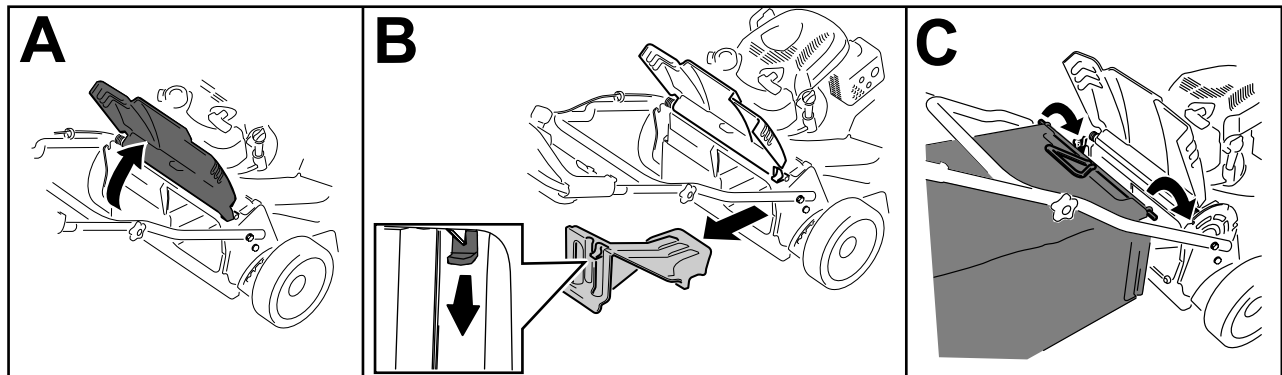

Figure 21
1. Soulevez le volet arrière et maintenez-le dans cette position (A de Figure 21).
2. Retirez l'obturateur d'éjection arrière en appuyant sur le dispositif de verrouillage avec le pouce et en tirant l'obturateur hors de la machine (B de Figure 21).
3. Placez la tige du bac dans les crans à la base du guidon et agitez le bac d'avant en arrière pour vous assurer que la tige est bien engagée au fond des deux crans (C de Figure 21).